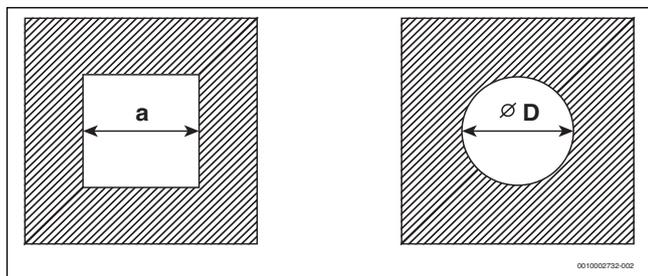

Bild 5 Rechteckiger und runder Querschnitt
- ▶ Prüfen, ob die zulässigen Schachtmaße für den vorgesehenen Einsatzfall gegeben sind. Wenn die Maße  $a_{min}$  oder  $D_{min}$  **unterschritten werden**, ist die Installation **nicht zulässig** (→Bild 5 und Tab. 4).